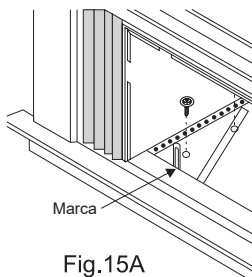

Fig.15A
1. Sujete cada soporte de apoyo a ras contra la parte exterior del umbral y ajústelo a la parte inferior del gabinete como se muestra en la Fig. 15A. Marque los soportes en el nivel superior del umbral y retírelos.